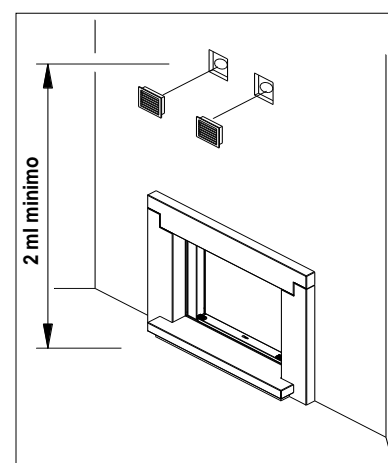

Figure 3 – Montage des bouches de sortie d'air chaud
- **En cas de ventilation naturelle**, il est conseillé de positionner les bouches à une hauteur non inférieure à 2 m du sol afin d'éviter que l'air chaud n'arrive directement sur les personnes (fig.3).